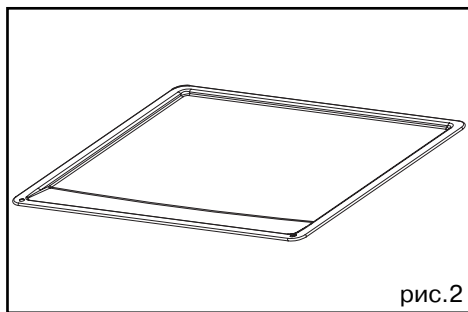

рис. 2
• Многофункциональный противень для стекания сока и жира (рис. 2).